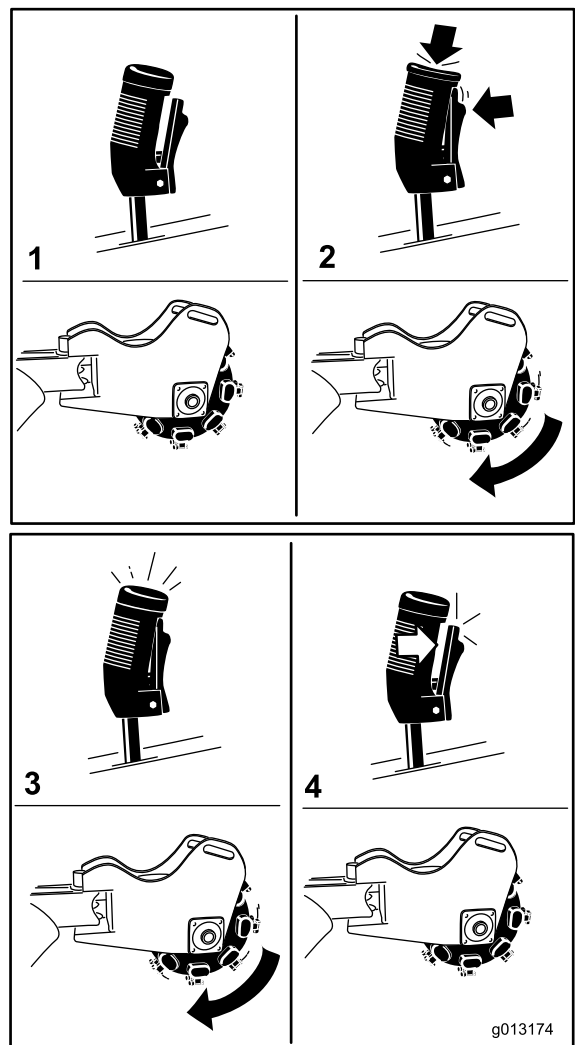

Bild 12
- Drücken Sie die rote Taste oben am Hebel, um die Fräse zu starten (Bild 12), drücken Sie dann den Abzug. Nach dem Start der Fräse können Sie die rote Taste loslassen.
- Lassen Sie den Abzug für mehr als eine halbe Sekunde los, um die Fräse anzuhalten (Bild 12).